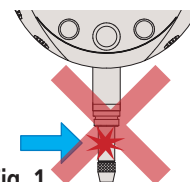

Fig. 1
1. Não movimente a ponta de contato rapidamente nem aplique força no sentido transversal, caso contrário, a exatidão dos resultados pode ser afetada de forma adversa. **(Fig. 1)**